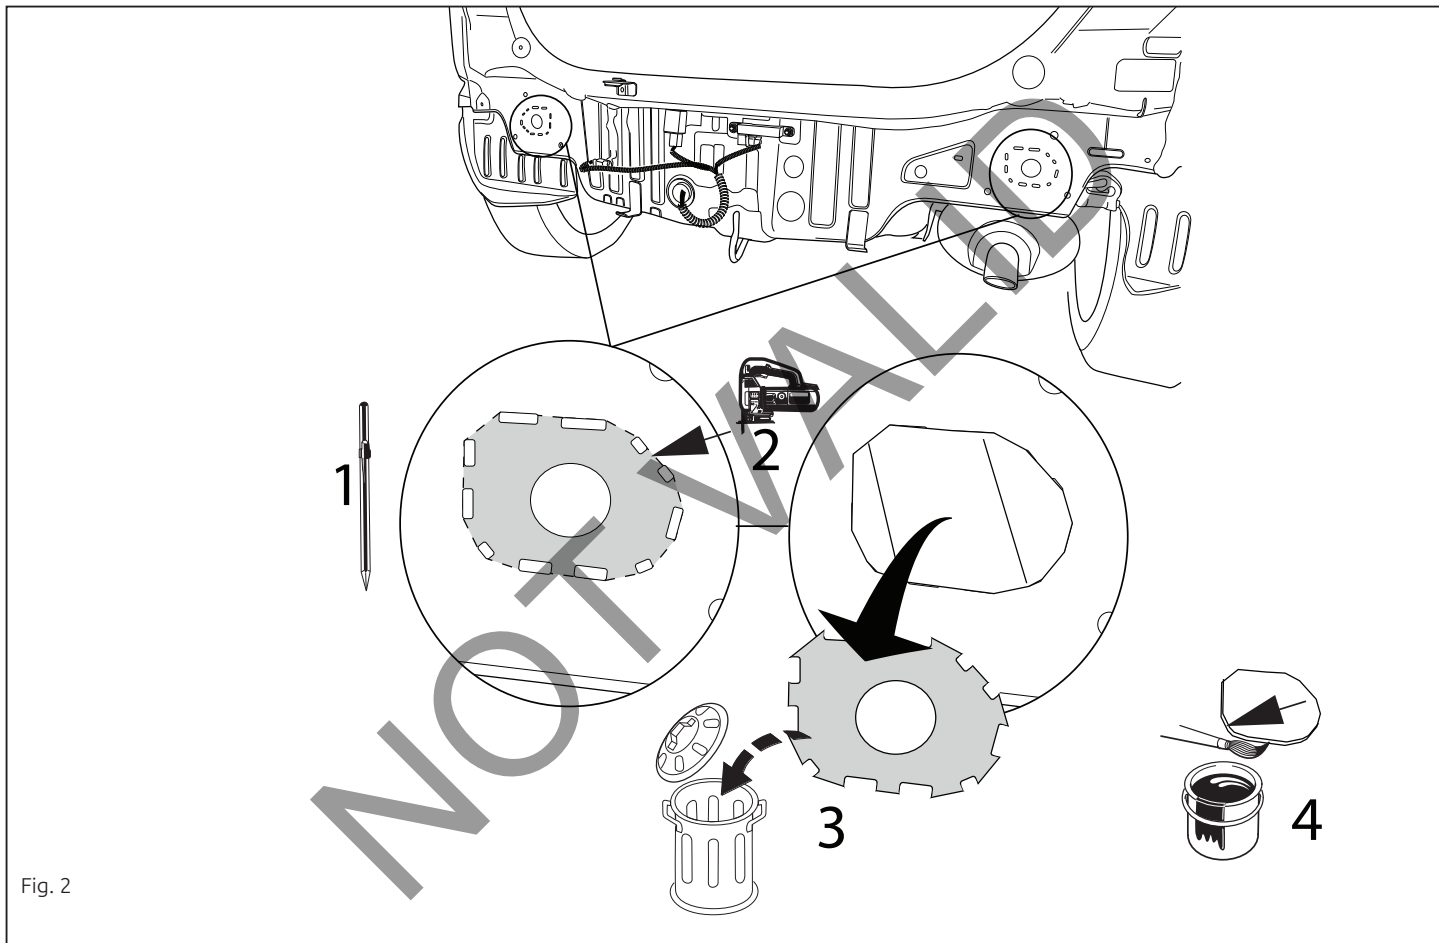

Fig. 2
5. Выпилить обозначенные части, как указано на рис. 2.